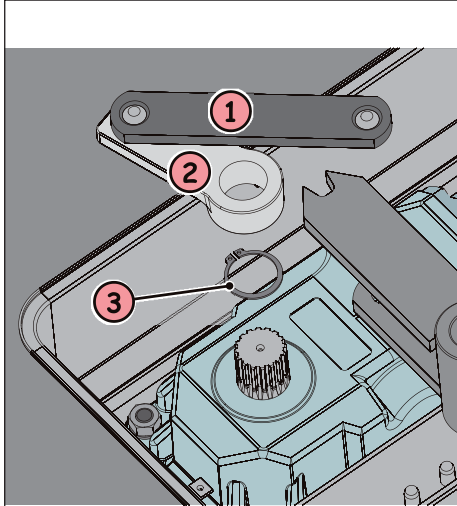

Fig. 3
- ① Extraire les leviers de commande (fig. 3 réf. ① & ②) de l'arbre moteur.
- ② Enlever l'anneau de retenue présent sur l'arbre moteur (fig. 3 réf. ③) avec une pince spécifique.